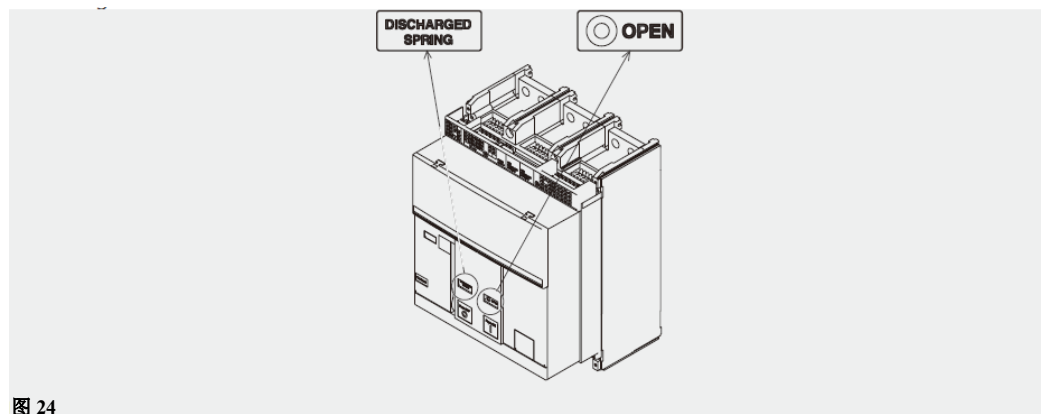

图 24
7. 确保断路器处于分闸状态（分闸/合闸指示器显示“O-OPEN”），并确保弹簧未储能（弹簧状态指示器显示“white - DISCHARGEDSPRING”），如图 24 所示。